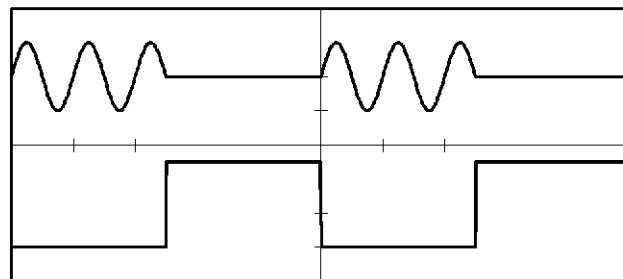

図 8-19 ゲーテッド (レベル)、Neg の波形
50. 図 8-19 のように、トリガ信号がローの間だけ正弦波信号が出力していることをオシロスコープで確認します。